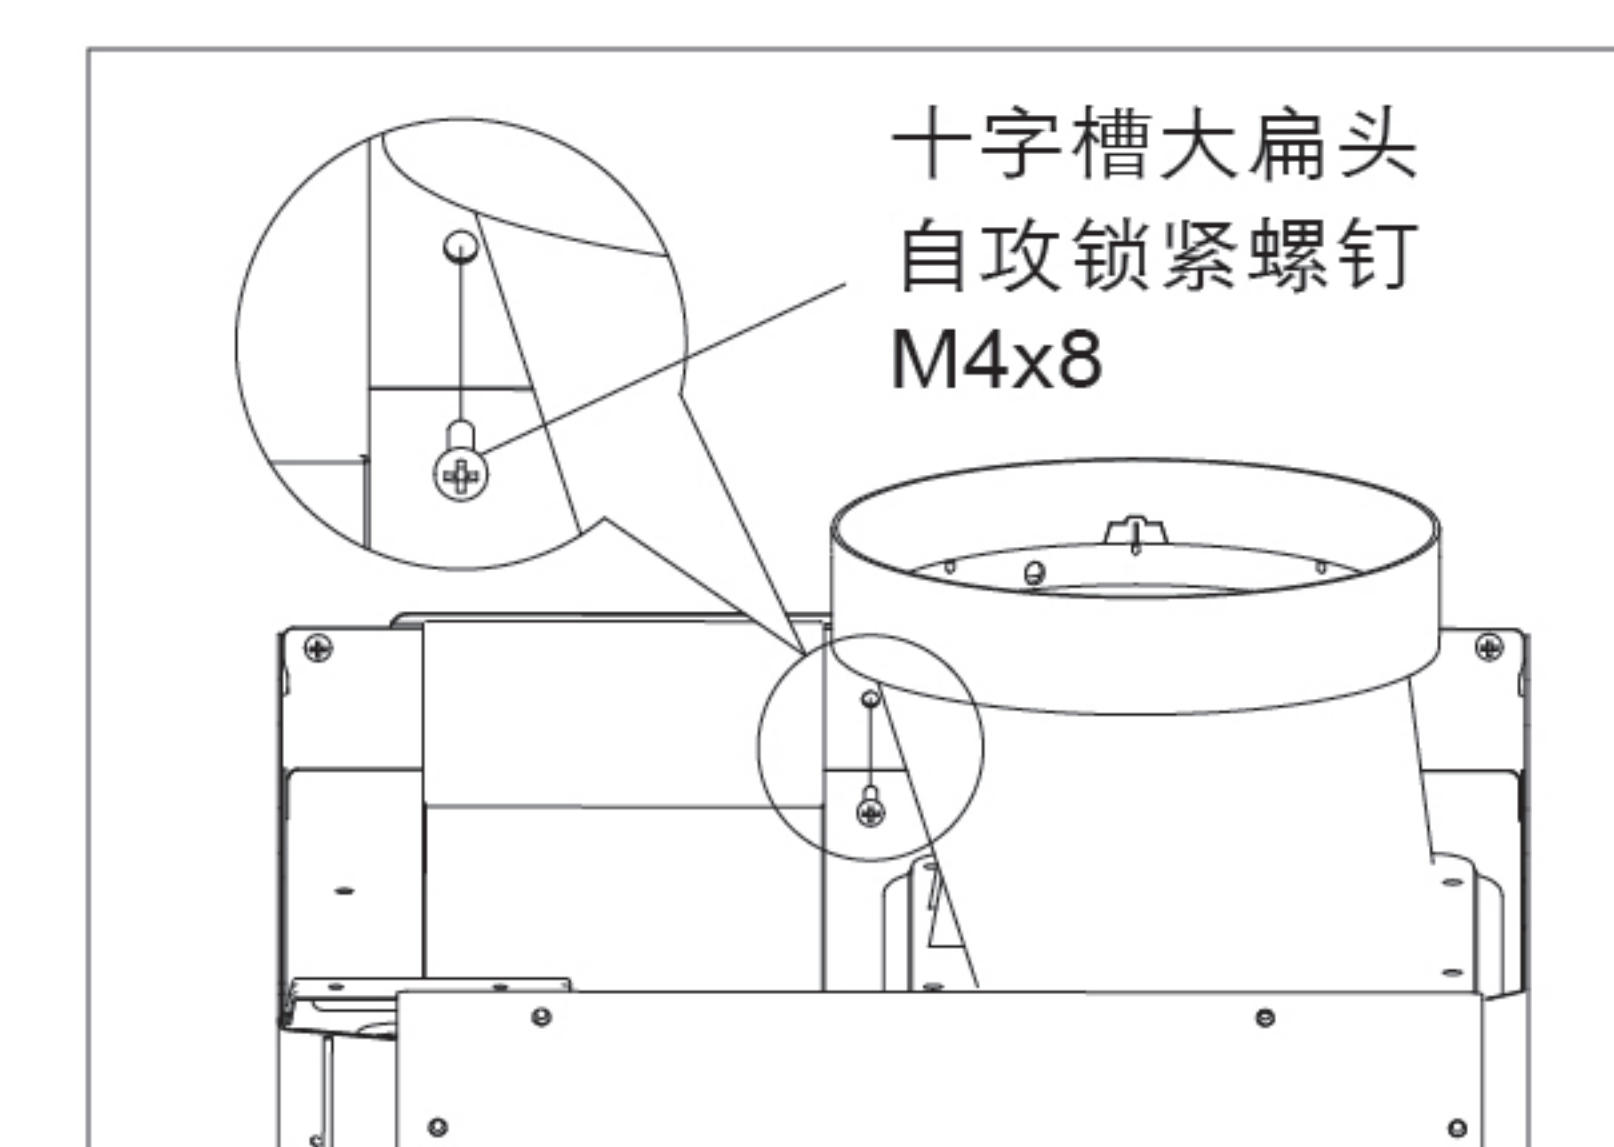

图19
11. 用M4x8自攻螺钉将风机架与挂钩连接、固定（如图19所示）；